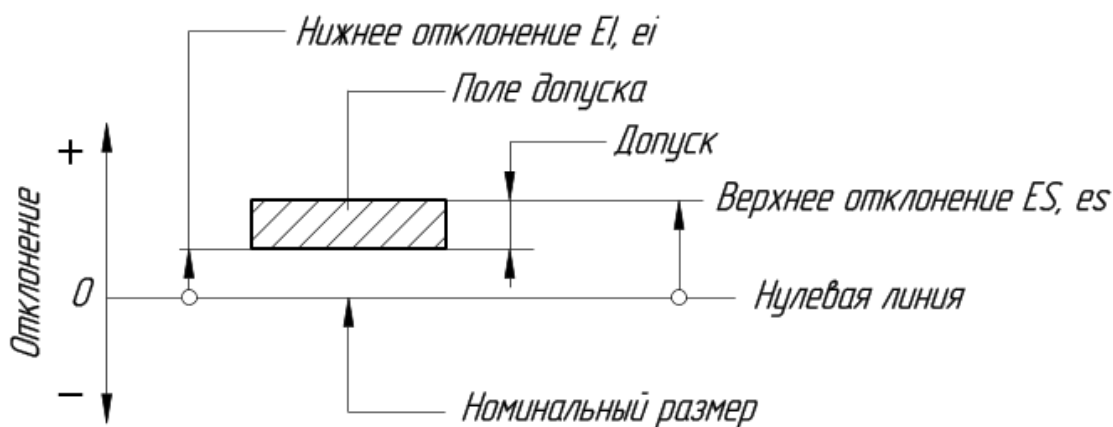

Рисунок 4.16 – Графическая схема полей допусков
1. Провести и обозначить нулевую линию. Нулевая линия соответствует номинальному размеру. От неё откладывают предельные отклонения размеров (вверх - со знаком плюс, вниз - со знаком минус) (рисунок 4.16).